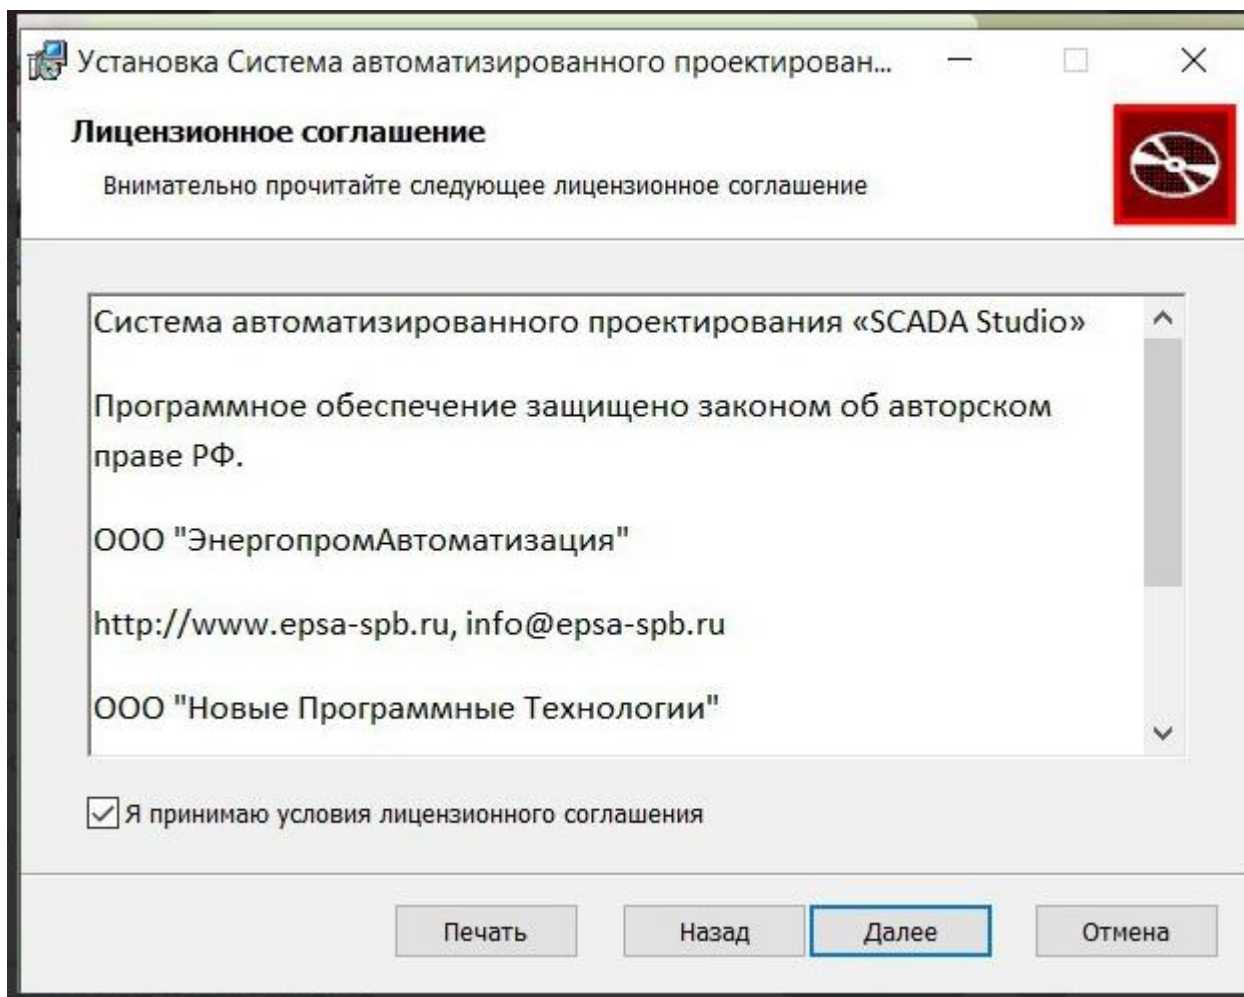

Рисунок 3 – Принятие условий лицензионного соглашения
1. Поставить галочку «Я принимаю условия лицензионного соглашения» и нажать кнопку «Далее» (Рисунок 3).